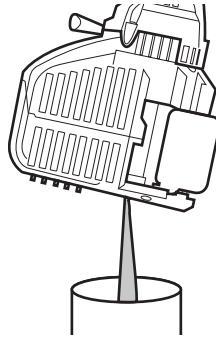

Fig. 25
- Si el nivel de aceite es demasiado alto, incline la unidad y drene el exceso de aceite en un recipiente adecuado (Fig. 25).
3. Incline la unidad verticalmente para verter el aceite fuera del orificio de llenado de aceite y al interior del recipiente (Fig. 25). Deje bastante tiempo para que se drene completamente.